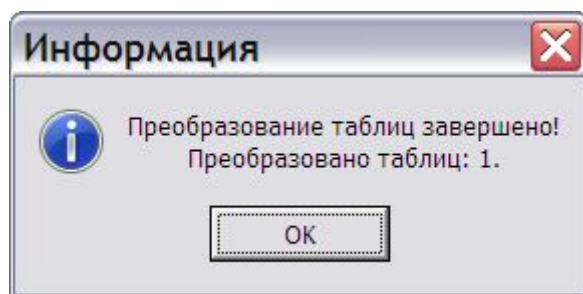

Рис. 5.13
4. На инструментальной панели окна дерева операций нажмите на кнопку **Преобразовать неформальные таблицы**. В случае успешного преобразования появится сообщение (Рис. 5.13).